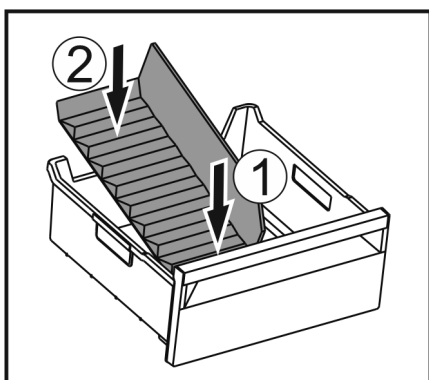

Fig. 71
- Sätt in frysfacksdelarens främre del. Fig. 71 (1)
- Sänk ned frysfacksdelarens bakre del till lådans botten. Fig. 71 (2)